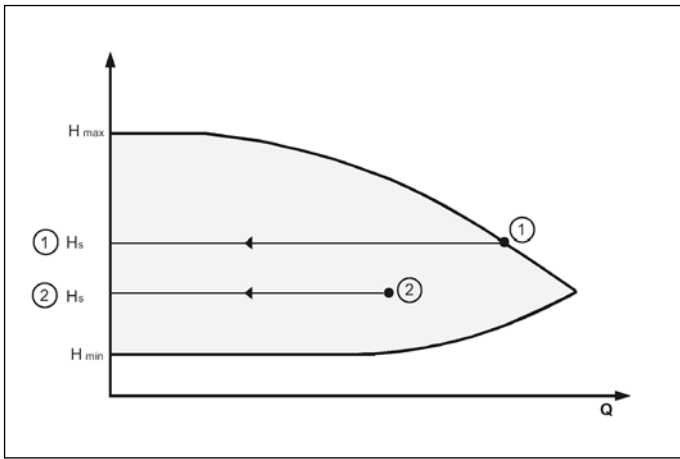

Fig. 4
- **Δp-c:** Elektronika utrzymuje stałą różnicę ciśnienia na pompie niezależnie od wielkości przepływu (Rys. 4).